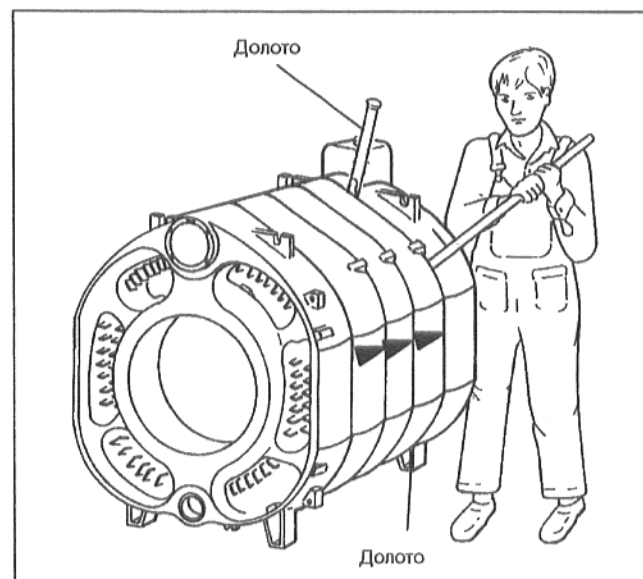

Рис. 18
- Вставив (забив) плоские клинья (долота) в предусмотренных местах сверху и снизу между секциями, разобрать котел в месте утечки (Рис. 18).